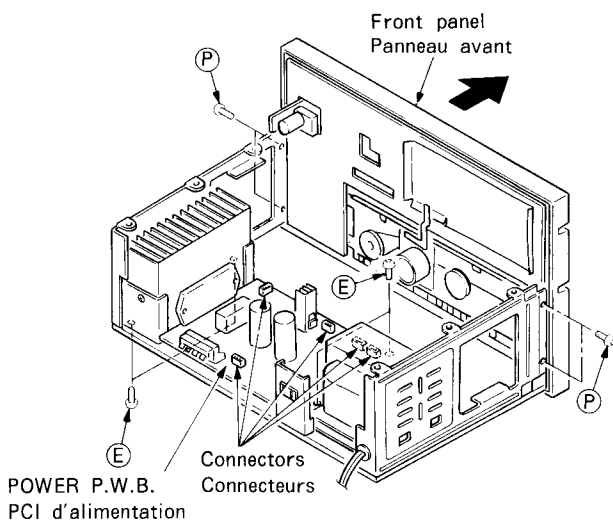

Fig. 3
- (1) After removing the rear plate, remove the 6 screws Ⓓ.
- (2) Disconnect the connectors and remove the REC spring.
4. Removing the Power P.W.B. (Fig. 3)
- (1) Remove the 4 screws Ⓟ and Remove the Front Panel from the Chassis. (Fig. 3)
- (1) Après avoir enlevé la plaque arrière, desserrer les 6 vis Ⓓ.
- (2) Enlever les connecteurs et déposer le ressort REC.
4. Dépose de la PCI d'alimentation (Fig. 3)
- (1) Desserrer les 4 vis Ⓟ et enlever du châssis le panneau avant (Fig. 3).